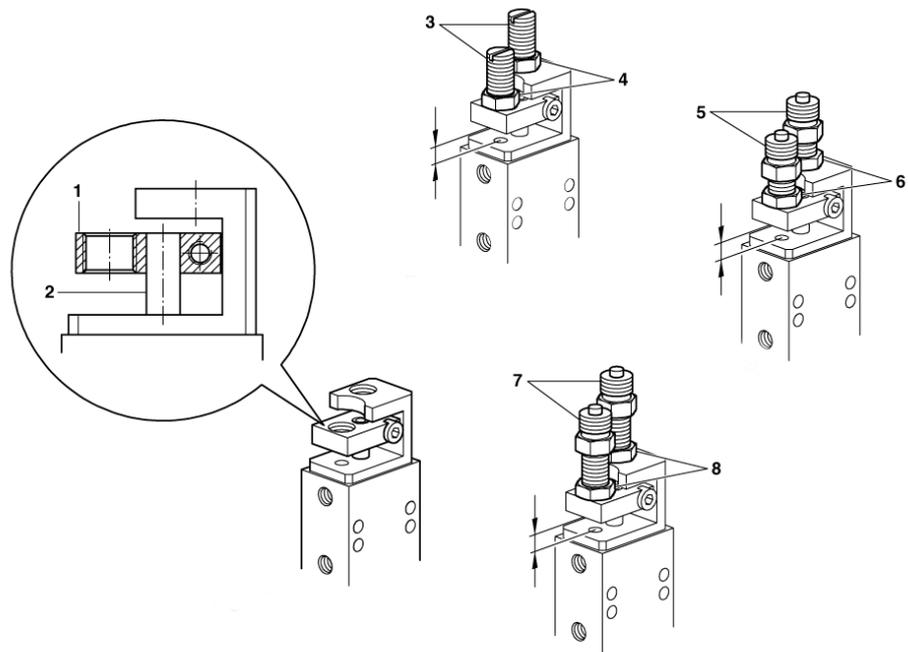

Fig. 18 Réglage de la course des pinces
Si le GMQ a été transformé en serrage interne ou si le ressort a été démonté, la butée de course (1) doit être à nouveau reliée fermement et à fleur de la tige de piston (2) (Fig. 18).